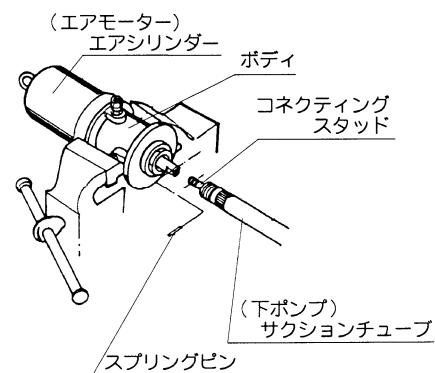

Fig.4.2
- 6). サクションチューブを引くと、エアモーターのピストンロッドと接続しているコネクティングスタッドが表れます。接続部のスプリングピンを抜き、コネクティングスタッド、または下ポンプを左に回しねじ戻しますと、エアモーターと下ポンプが分離できます。(Fig.4.2)